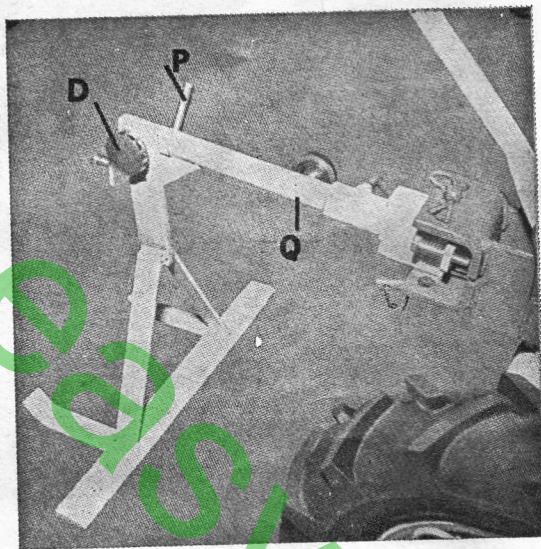

Fig. 21
- Monter la lame pareuse d'allées et la fixer à l'aide de la vis D et de la vis à poignée P (fig. 21).